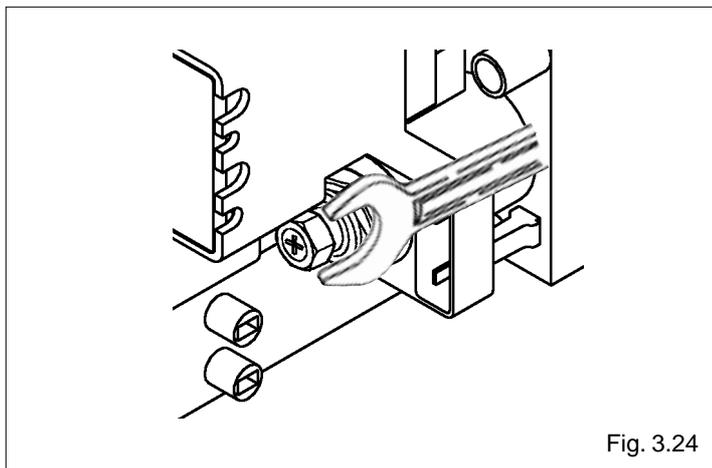

Fig. 3.24
- programar la presión en las boquillas actuando en el regulador de presión, interviniendo en el tornillo externo del modulador (fig. 3.24), hasta leer en el manómetro conectado a la válvula del gas como se ilustra en la fig. 3.11, los valores indicados en la pág. 9.